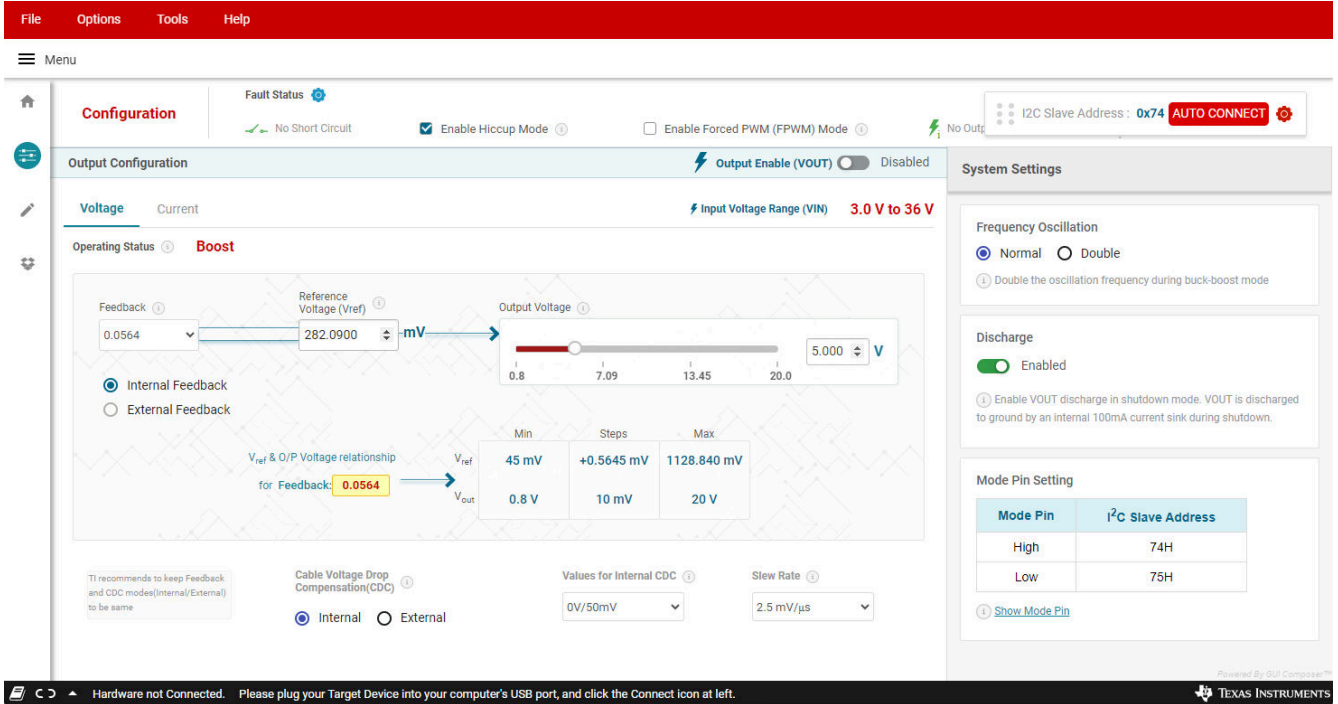

图 3-4. TPS55287Q1EVM-085 的 GUI 用户界面
4. 点击 **Start** 按钮。将显示 TPS55287Q1EVM-085 的 GUI 用户界面 (图 3-4)。